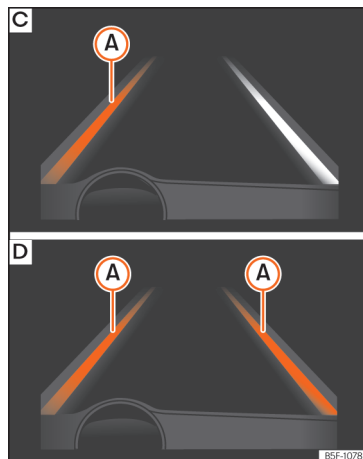

Abb. 268 Am Bildschirm des Kombi-Instruments: Anzeige am Bildschirm des Spurhalteassistenten (Beispiel 2).
- System arbeitet; die hervorgehobene Linie **A** zeigt an, dass die Gefahr einer unabsichtlichen Überschreitung der Begrenzungslinie bestand. Das System korrigiert über die Lenkung die Fahrtrichtung » **Abb. 268 C**.
- Die beiden hervorgehobenen Linien **A** leuchten gleichzeitig auf, wenn beide Begrenzungslinien erkannt sind und die Funktion adaptive Spurführung » **Abb. 268 D** eingeschaltet ist.